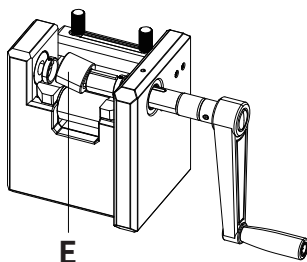
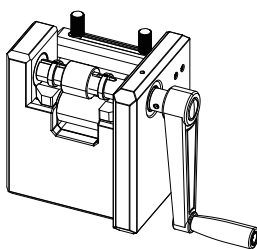

図9
図10
- 5.図9に示すように、Eのエンボス銅ローラー内圈の凹溝にQピンに合わせます、(図10参照)